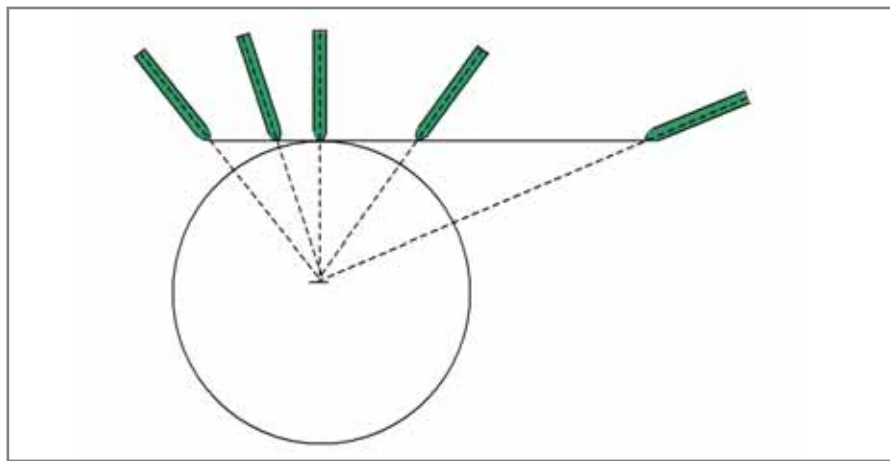

Рис. 2. Полярная интерполяция
**Полярная интерполяция.** Полярная интерполяция дает возможность использовать вращение заготовки вместо перемещения инструмента поперек оси вращения (рис. 2). Необходимость в такой замене возникает при выполнении фрезерной обработки на станке, где инструмент имеет возможность перемещаться только вдоль оси вращения (X), или же вследствие ограниченности перемещения инструмента по координате Y (перпендикулярной оси вращения). Вместо перемещений по координате Y можно использовать вращение заготовки в сочетании с движением по Z. Чтобы